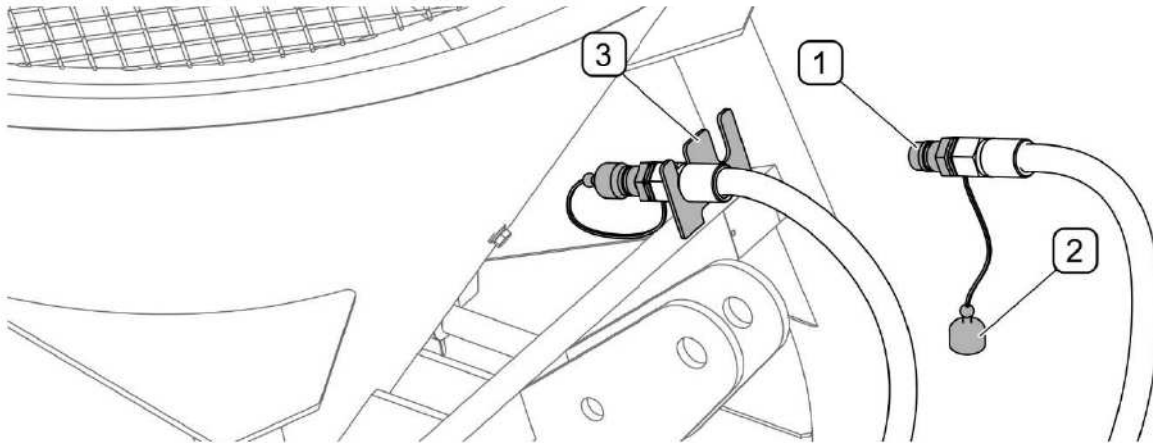

FIGURE 4.9 Protection des broches de raccords hydrauliques
- Détacher les broches des tuyaux hydrauliques, les protéger avec les goupilles et placer dans un support spécial (FIGURE 4.9) sur le cadre (*concerne la machine à entraînement hydraulique*).